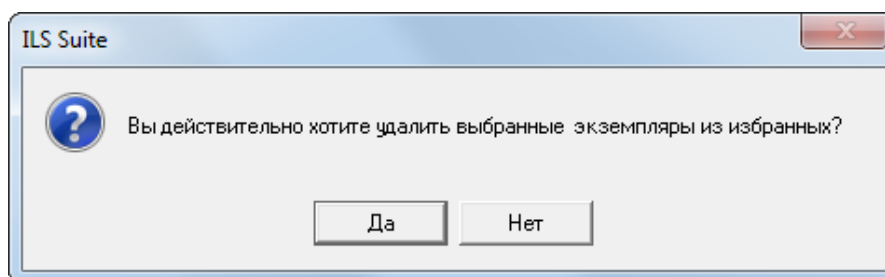

Рис. 13-36 – Окно подтверждения
- 4) В открывшемся диалоговом окне нажать кнопку «Да» для подтверждения действия (рис. 13-36).